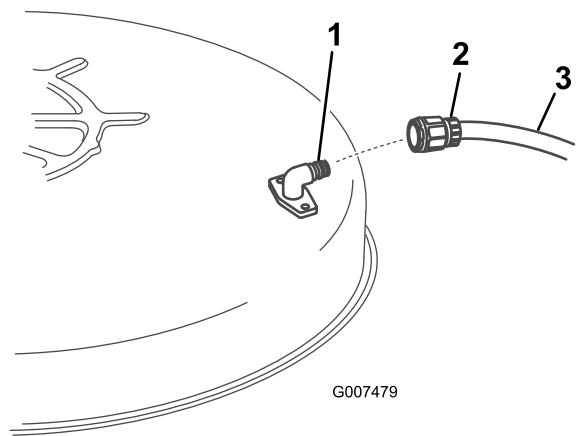

Figure 37
5. Vissez le raccord de flexible à l'embout de lavage du carter de tondeuse et ouvrez l'eau en grand (Figure 37).